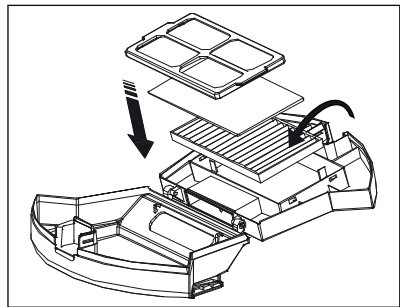

Fig. 13
- 8) Inserire nuovamente il filtro EPA **7** e il filtro di espanso nello scomparto e fissare il filtro a reticella sullo scomparto. Chiudere il contenitore della polvere **16** (vedere fig. 13).